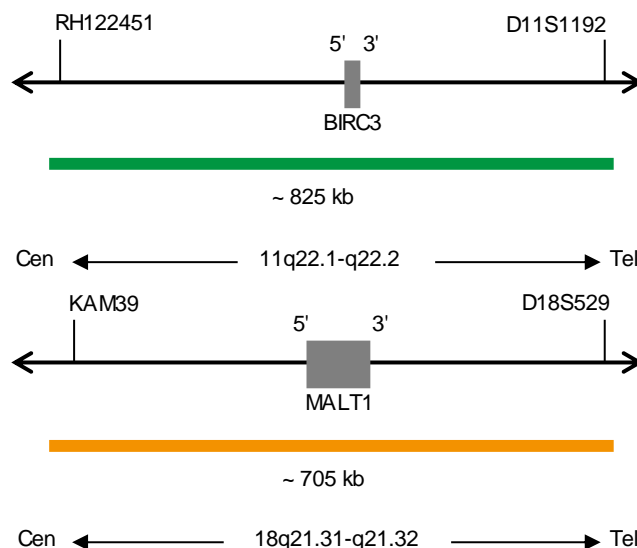

Fig. 1 : En haut : Carte de la sonde SPEC BIRC3 ; En bas : Carte de la sonde SPEC MALT1 (pas à l'échelle)
- Polynucléotides marqués au ZyGreen (excitation 503 nm/émission 528 nm) (~12 ng/ μ l), qui ciblent une séquence de 11q22.1-q22.2* (chr11:101,756,072-102,581,817) hébergeant la région du gène BIRC3 (voir figure 1).
- Polynucléotides marqués au ZyOrange (excitation 547 nm/émission 572 nm) (~6 ng/ μ l), qui ciblent une séquence de 18q21.31-q21.32* (chr18:56,021,766-56,724,408) hébergeant la région du gène MALT1 (voir figure 1).